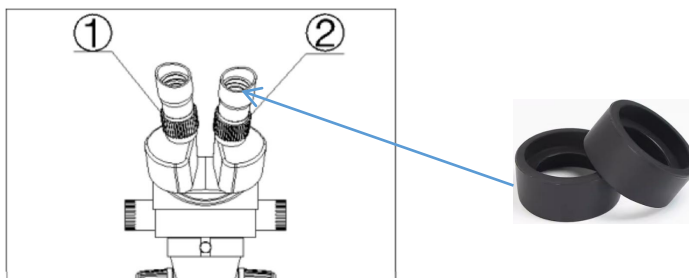

Fig. 4
- Afb.4 5) Draai de zoomregelknop naar de minimale vergroting.
11) Voer stap (1), (3), (4) en (5) opnieuw uit totdat de rechter afstelling zich bevindt meer nauwkeurig.
12) Voer stap (4) uit en maak het beeld duidelijk wat wordt waargenomen door het linker oculair door aan de linker dioptrie-instelling① te draaien. (Fig.4)
Om de draaitafelbasis te gebruiken, vergrendelt u de bankschroef door de draaispanschroef aan te draaien totdat de bal niet meer wil draaien. De draaitafel wordt nu uw rotatie, waardoor u het rotatiecentrum van het werkstuk kunt aanpassen aan het gezichtsveld van de microscoop. Lijn het midden van de draaitafel uit met het midden van het microscoopbeeld (FIG. 4). Verander de werkaanzichten door de bankschroef te verplaatsen.